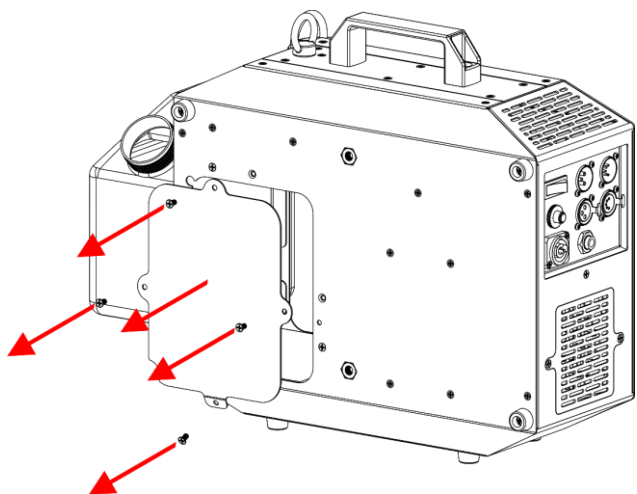

Fig. 14
- 09) Verwijder de 4 schroeven van de metalen tankplaat aan de achterkant van het apparaat en verwijder de metalen tankplaat, zoals getoond in Fig. 14.